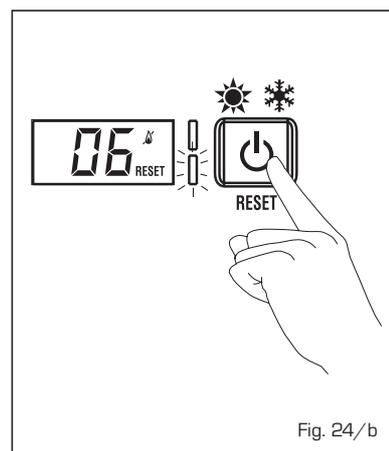

Fig. 24/b
- **ANOMALÍA TERMOSTATO SEGURIDAD "AL 07" (fig. 24/c)**